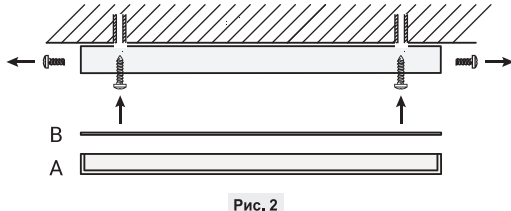

Рис. 2
4. При необходимости допускается разбирать панель и подключать сетевую кабель непосредственно в клеммную колодку. Откройте винты по краям корпуса и сняв рамку рассеивателя и сам рассеиватель (Рис. 2). Соберите в обратном порядке.
4. При необхідності допускається розбирати панель і підключати мережевий кабель безпосередньо в клемну колодку. Відкрутіть гвинти по краях корпусу і знявши рамку розсіювача і сам розсіювач (Рис. 2). Зберіть в зворотному порядку.